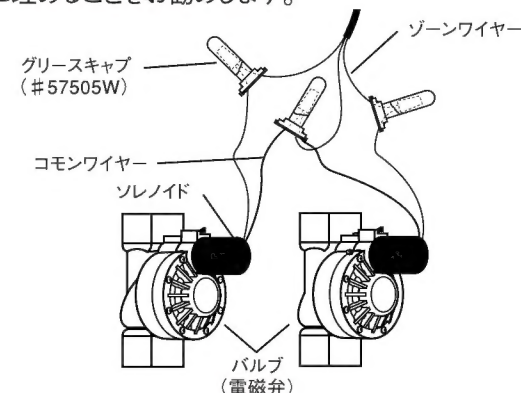

図16: タイマーのバルブへの接続
- 各バルブ（電磁弁）には2本のワイヤーがついています。そのうちの1本はタイマーのコモン（common）端子に接続してください。複数のバルブをお使いの場合は、全ての電磁バルブの片方のワイヤーを1つにまとめて、タイマーのコモン（common）端子に接続してください。電磁バルブのもう一方のワイヤーは、タイマーの1～6の（#57972 インラインスプリングタイマー 12ゾーンの場合は1～12）接続端子につなげてください。（図16,17参照）